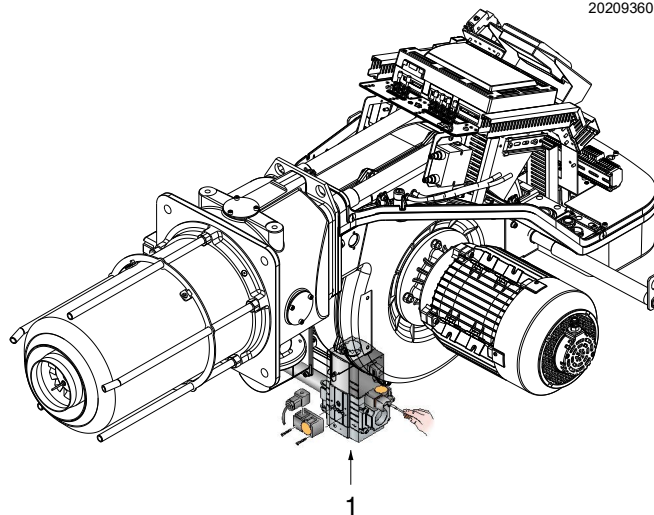

Abb. 31
- Den Gasversorgungsdruck durch Anschluss eines Manometers an die Druckentnahmestelle 1) (Abb. 31) des Gasdruckwächters kontrollieren: er muss niedriger sein als der auf dem Typenschild angegebene, maximal zulässige Druck der Gasstrecke.
- Nun die Leitung der Gasstrecke entlüften, indem ein Kunststoffschlauch an der Druckentnahmestelle 1) (Abb. 31) des Gas-Mindestdruckwächters angeschlossen wird. Den Kunststoffschlauch ins Freie führen und entlüften bis der Gasgeruch wahrnehmbar ist.
Ein Richtwert kann den Abb. 25, Abb. 26, Abb. 27 und Abb. 28 auf Seite 29 entnommen werden. Es genügt, den Gasdruck am U-Rohr-Manometer abzulesen (in der Abb. 31 auf Seite 32 gezeigt) und den Anweisungen zu folgen.